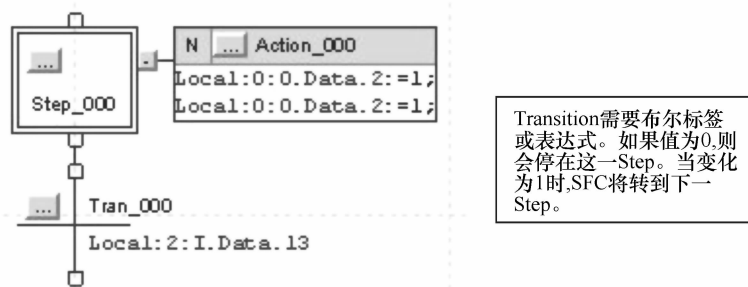

图 14-8 编辑“Transition”
11. 现在双击 Tran_000 下方的问号, 然后按如图 14-8 所示输入逻辑, Local:2:I.Data.13 (要等待开关 13 接通)。